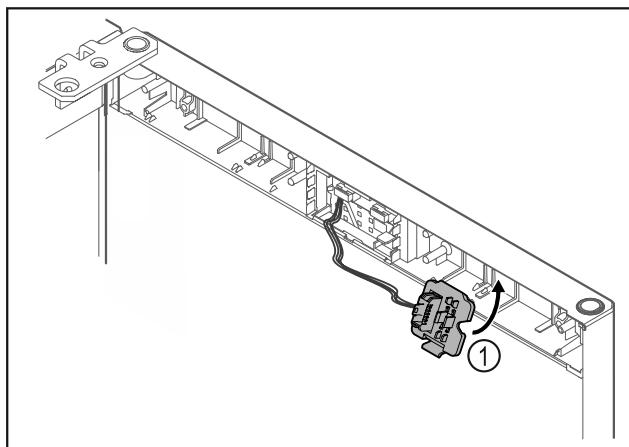

Fig. 21
- Steckerhalterung Fig. 21 (1) auf Gegenseite einrasten.*